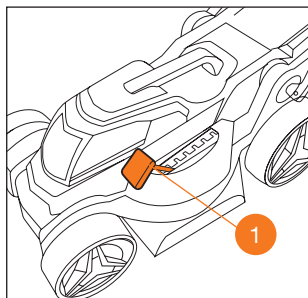

Рис. 14
Регулировку высоты скашивания производите перемещением рукоятки. Отклоните рукоять ① в направлении от зацепления и установите в одно из семи положений от 25 до 75 мм (Рис. 14).